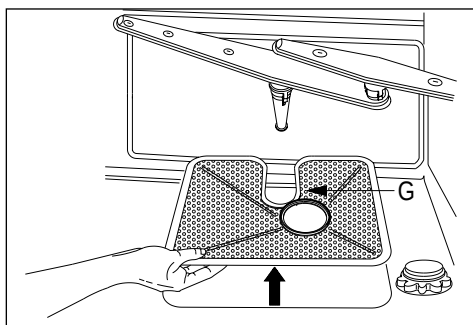

Abb. 16d
- Das große Sieb (G) herausnehmen (siehe Abb. 16d).